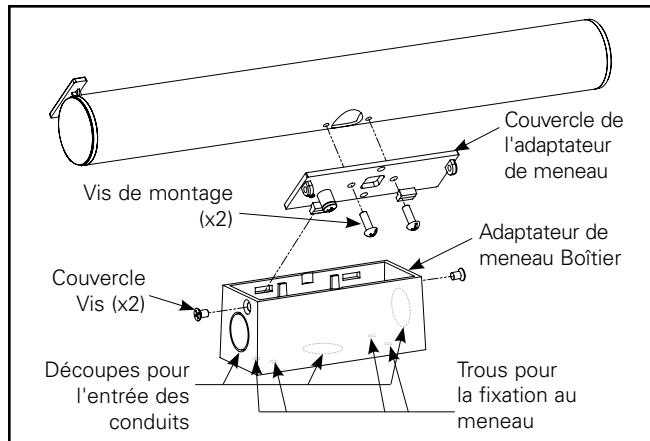

Figure 7.
2. Ouvrez la boîte contenant votre adaptateur de meneau et déballez l'unité. Démontez l'unité en retirant les vis de couverture de chaque côté du boîtier de l'adaptateur de meneau. (Voir figure 7).